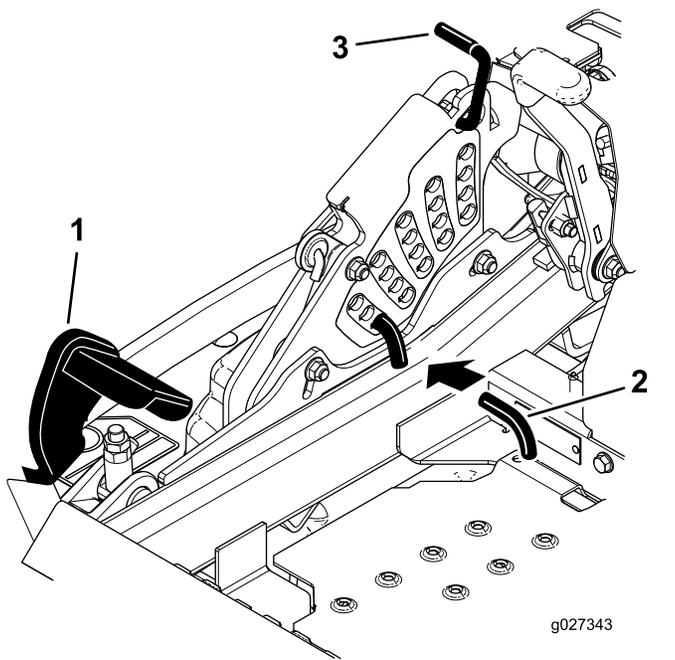

Рисунок 106
5. Нажмите педаль подъема деки до упора вперед, и дека зафиксируется в транспортном положении на высоте 14 см (Рисунок 106).